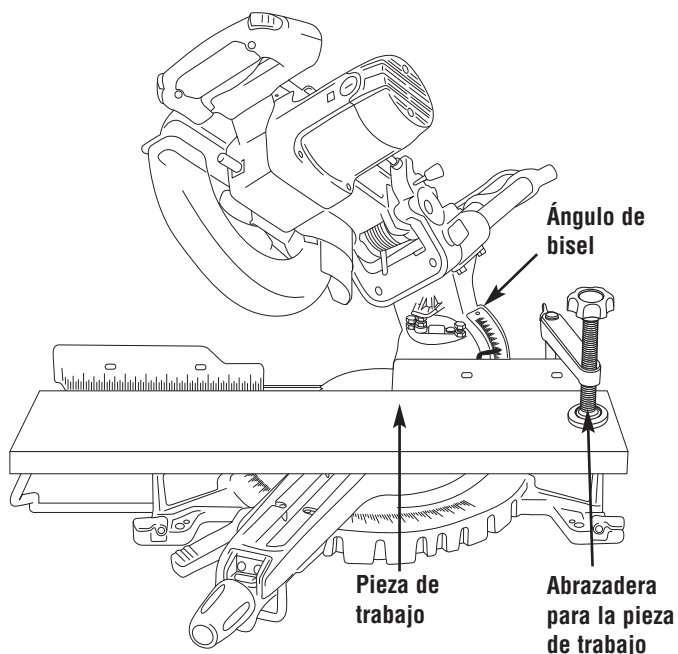

Figura 30. Corte compuesto
1. Extienda el tope-guía deslizante y los soportes de la pieza de trabajo cuando realice cortes compuestos que estén ingleteados hacia la izquierda. (vea la sección Extensión de la base/tope-guía deslizante en las páginas 58-59). Seleccione los ángulos de inglete y de bisel deseados (Figura 30). (Vea Corte a inglete y Corte en bisel en la página 61.)